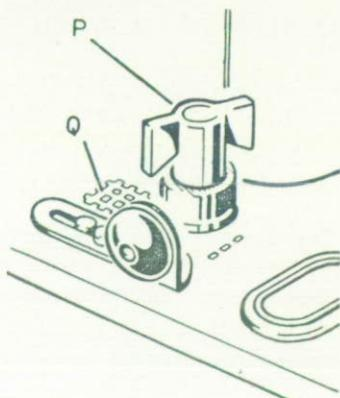

Fig. 19
- Turn button « P » so that one of its prongs faces the square mark « Q » (Fig. 19).